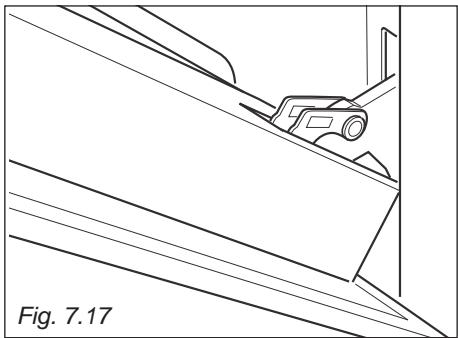

Fig. 7.17
- Assurez-vous que la porte est verrouillée en position ouverte (voir la figure 7.17).